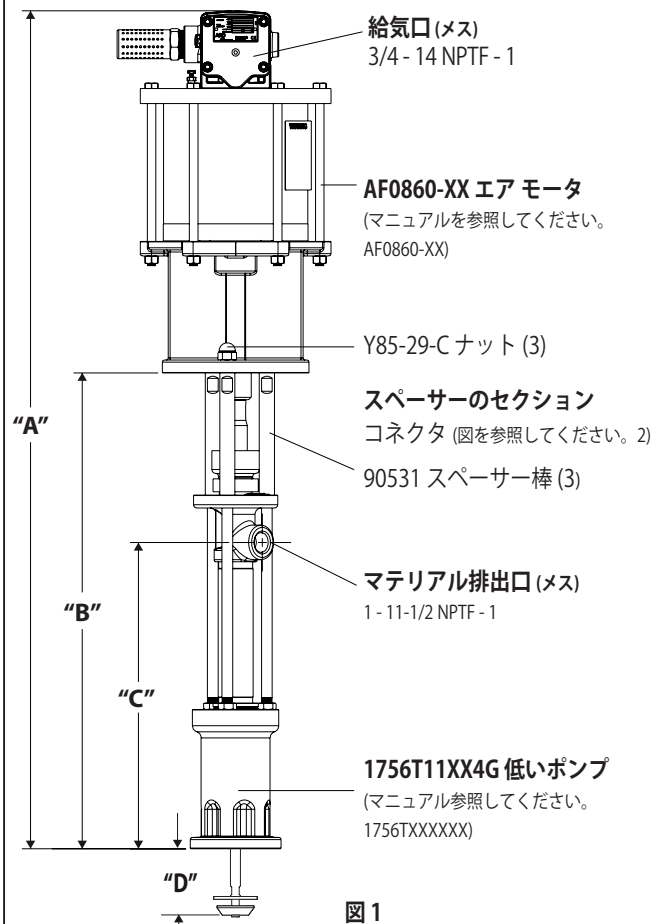

図 1
2. 3 つの (Y85-29-C) ナット 3 スパーサー棒から削除します (90531)。 (図 1 を参照)。